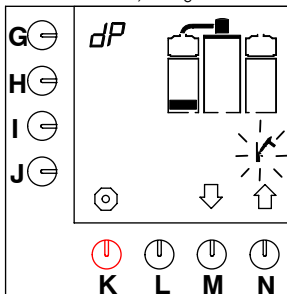

Fig. 20 Programa de primer nivel para la descalcificación del sistema de preparación de café
- El bloque del primer nivel aparece en el display y aparece intermitentemente el símbolo del martillo, vea fig. 20 .